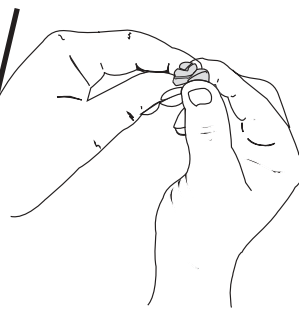

Figure 40
5. Pressez le filtre pour répartir et drainer l'excédent d'huile (Fig. 40).